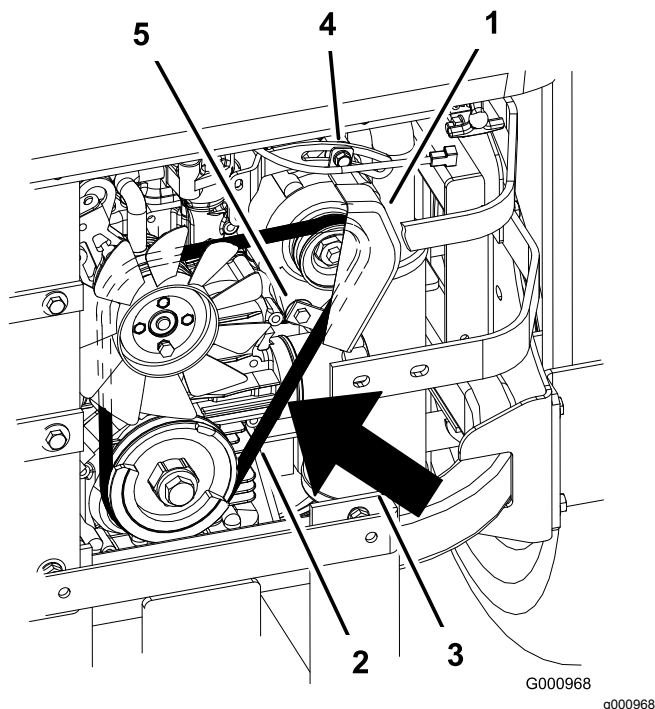

Figura 80
7. Afloje el perno inferior y retire el perno superior que sujeta el alternador y la cubierta (Figura 80).
9. Instale una correa nueva alrededor de las poleas y del alternador (Figura 80).
14. Apriete el perno inferior e instale el perno superior que sujeta el alternador y la cubierta (Figura 80).
2. Ajuste el alternador hacia fuera hasta que quede una desviación de 7 a 9 mm ($\frac{1}{4}$ " a $\frac{11}{32}$ ") en la correa entre el motor y las poleas del alternador con una fuerza de 10 kg (22.1 libras) (Figura 80).
5. Si la desviación es correcta, apriete los pernos inferior y superior (Figura 80).